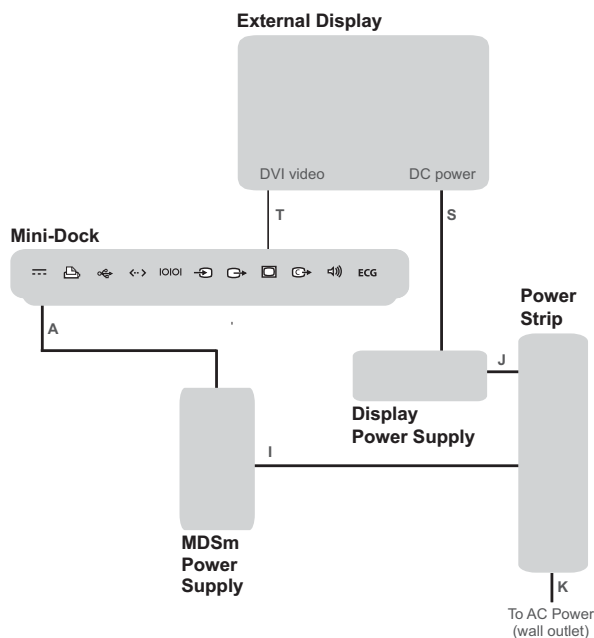

Figura 4 Conectividad de la pantalla externa en el sistema MDSm
- 1 Asegúrese de que el cable de alimentación de CC previamente colocado (**A**) esté conectado al módulo de acoplamiento y que el cable de alimentación de CA preinstalado (**I**) esté conectado a la regleta de alimentación. Consulte la Figura 4 y el apartado “Símbolos de cables, conectores y módulo de acoplamiento” en la página 16.